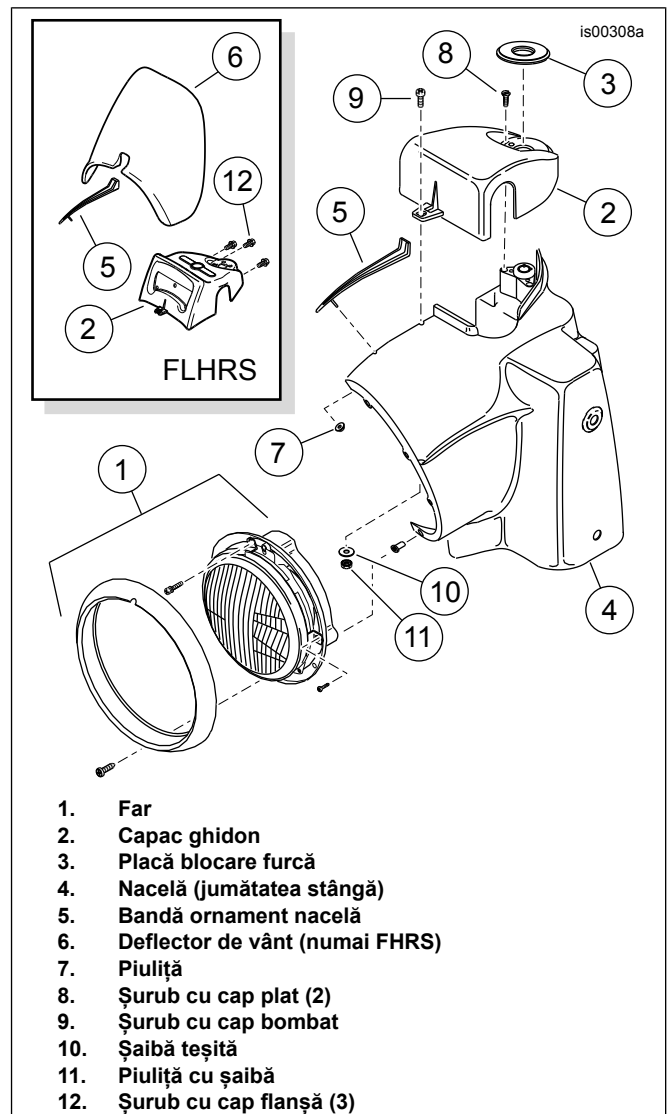

Figura 3. Nacelă, far și capac ghidon (FLHR prezentat)
14. **Pentru TOATE modelele Road King:** Consultați Figura 3 . Din interiorul nacelii farului (4) scoateți piulița cu flanșă (7) pentru a elibera banda ornament (5) din partea superioară a nacelii.